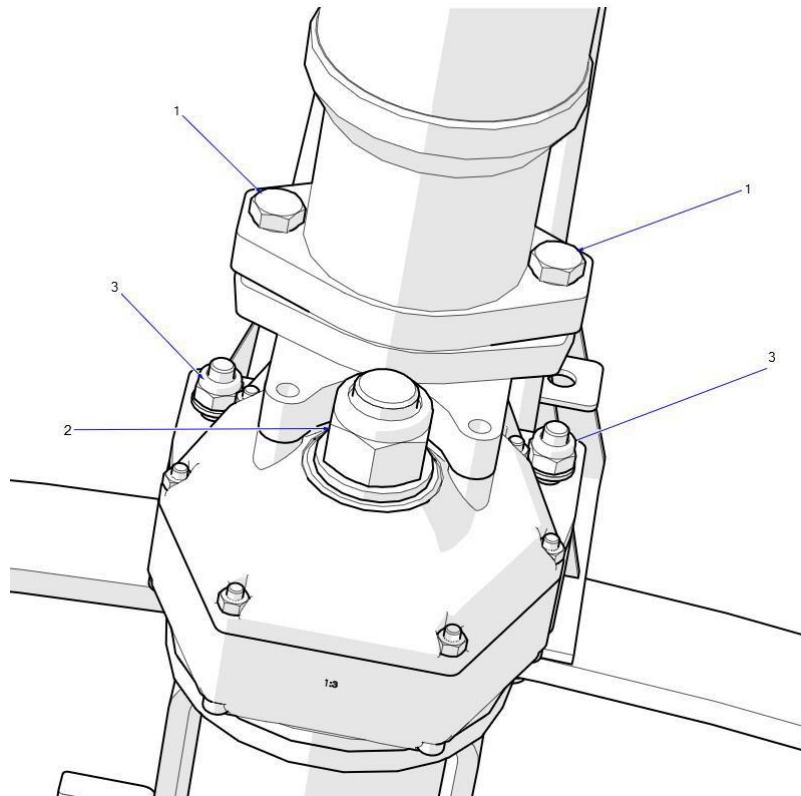

Рисунок 40. Разборка редуктора
- Установите редуктор на ось и прикрутите его к кронштейну (рис. 40 поз. 3),
- Закрутите зажимную гайку оси (рис. 40 поз. 2),
- Установите двигатель в редуктор и закрепите его винтами (рис. 40 поз. 1).